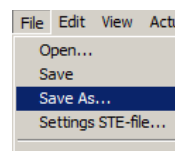

Fig. 3: Save actuator parameters
7. Save actuator parameters (see fig. 3).